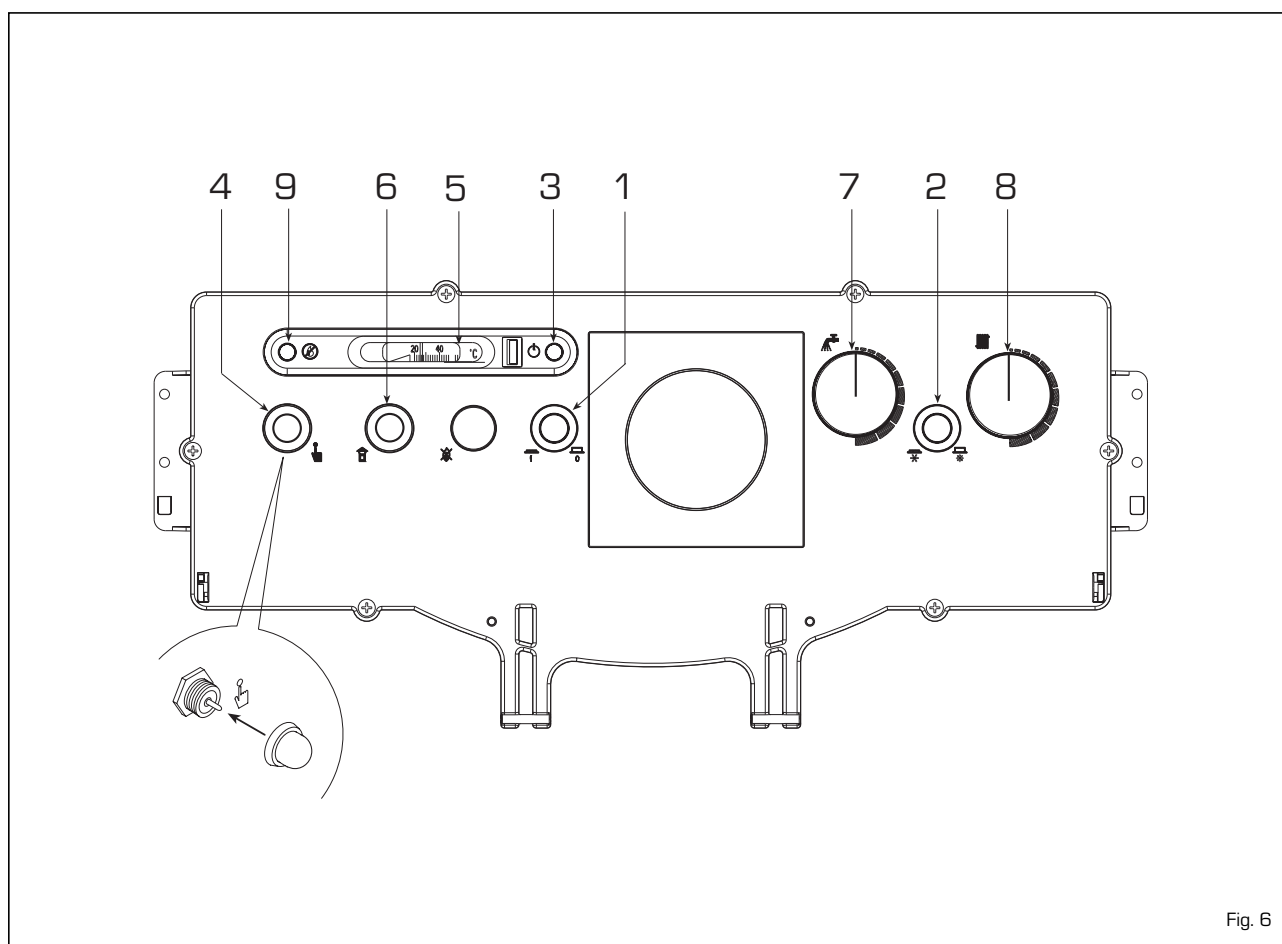

Fig. 6
3.2.1 Mise en marche de la chaudière (fig. 6)
3.2.2 Aquastat de sécurité (fig. 6)
3.2.3 Remplissage installation (fig. 6)
3.2.4 Extinction de la chaudière (fig. 6)